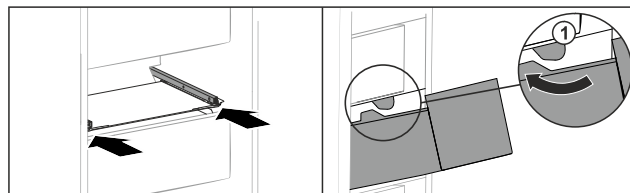

Fig. 249
- ▶ Обведите выдвижной ящик вокруг стопора Fig. 249 (1).